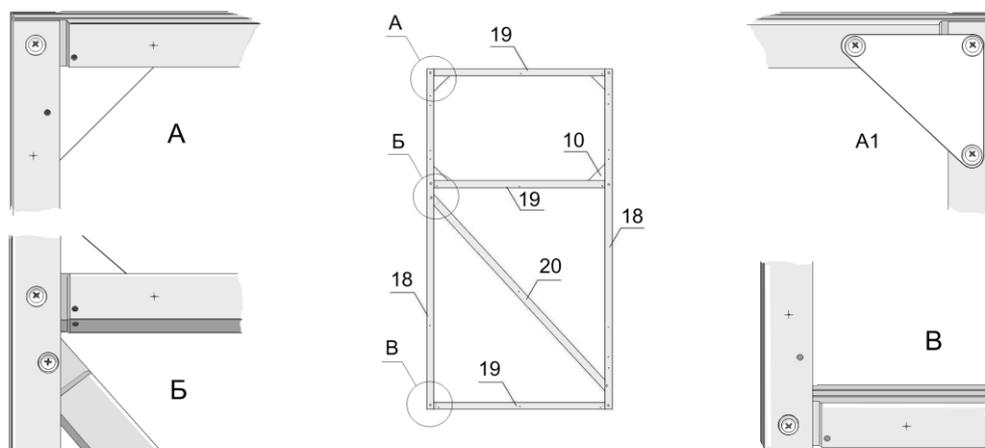

Рис. 8
- ✓ Возьмите две стойки двери №18 и соедините их между собой тремя поперечинами двери №19 (см. рис. 8).
*Внимание! Сначала произведите крепление каркаса двери саморезами 4,2x16 с наружной стороны теплицы. При креплении нижней поперечины двери №19 средняя полка профиля должна располагаться вверху, для предотвращения загрязнения внутреннего пространства профиля (см. рис.8-В).*
- ✓ Поверните каркас двери внутренней стороной вверх и произведите крепление саморезами. В оконном проёме закрепите косынки №10 (см. рис.8-А1) для фиксации форточки в закрытом состоянии.